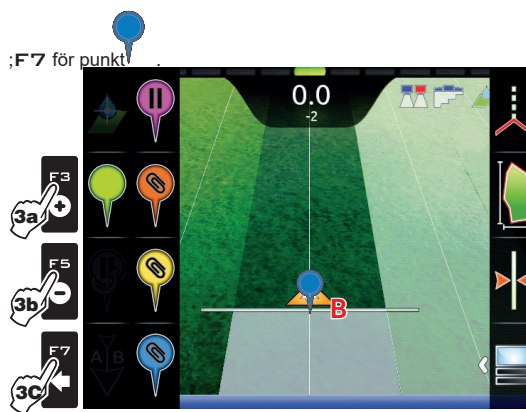

Fig. 365
- 3 Tryck igen **F3** (eller **F5** eller **F7**) för att spara en intressepunkt (**B** i Fig. 365): symbolen som korresponderar med den tryckta tangenten visas exakt på den punkten: